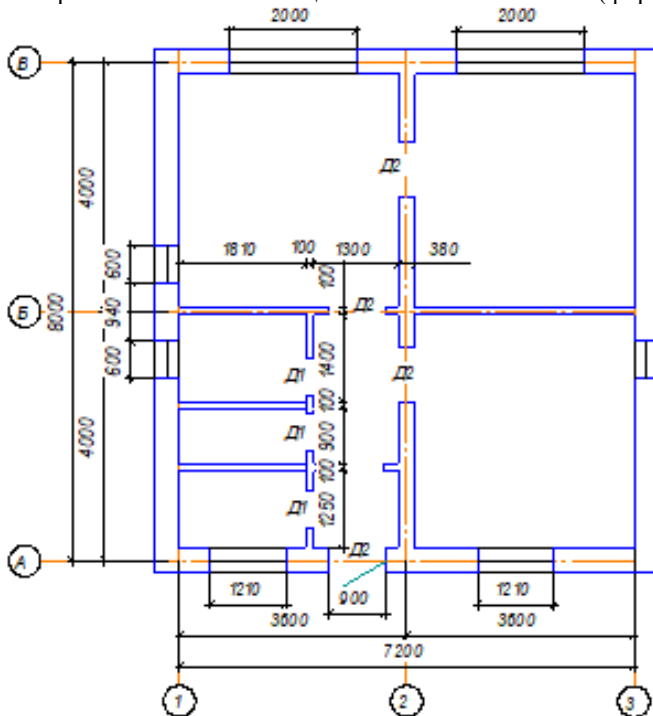

Рисунок 1 – План здания
2. В программе КОМПАС – 3D вычертить (рис.1):
2. Нанести на план здания необходимые наружные и внутренние размеры (согласно ГОСТ СПДС); площадь помещений; условные обозначения санитарно-технического оборудования (рис.1)